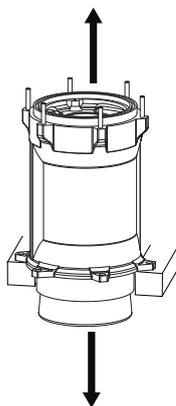

Imagen 21: Extracción del estátor
8.1 Extracción del estátor (Imagen 21, 22)